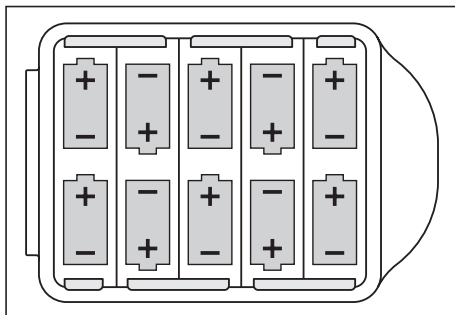

Abb. 19: Batteriewechsel am Generator – Polung der Batterien
3. Legen Sie die neuen Batterien ein. Achten Sie dabei auf die korrekte Polung (Abb. 19).